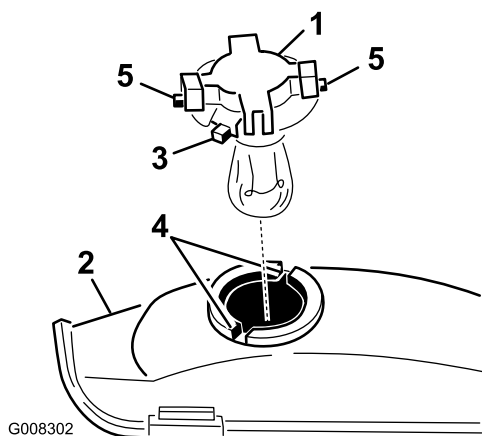

Bild 30
7. Drehen Sie die Birnenfassung um 1/4 Umdrehung nach links und nehmen die Birne aus dem Reflektor heraus (Bild 30).